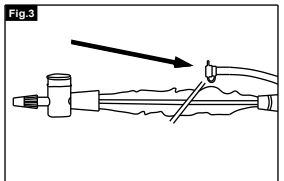
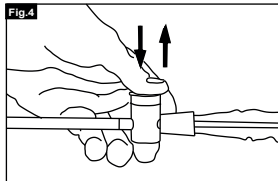

Fig. 3
Fig. 4
2. Introduire lentement le produit dans l'orifice (fig. 3), tout en appuyant sur la valve de commande à main (fig. 4).